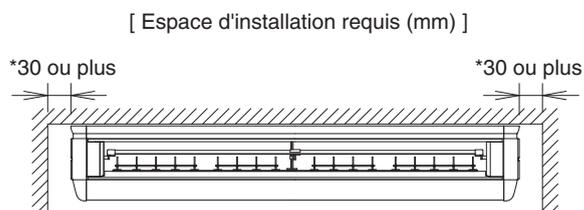

Fig. 1
(1) Choisissez le lieu d'installation qui respecte les conditions suivantes et obtenez l'accord du client.
- Où un espace suffisant pour l'installation et l'entretien est assuré. (Reportez-vous à la Fig. 1 et Fig. 2)
- Utilisez le graphe ou le tableau pour déterminer la surface minimale au sol. Voir la figure 1 à l'intérieur du couvercle avant.